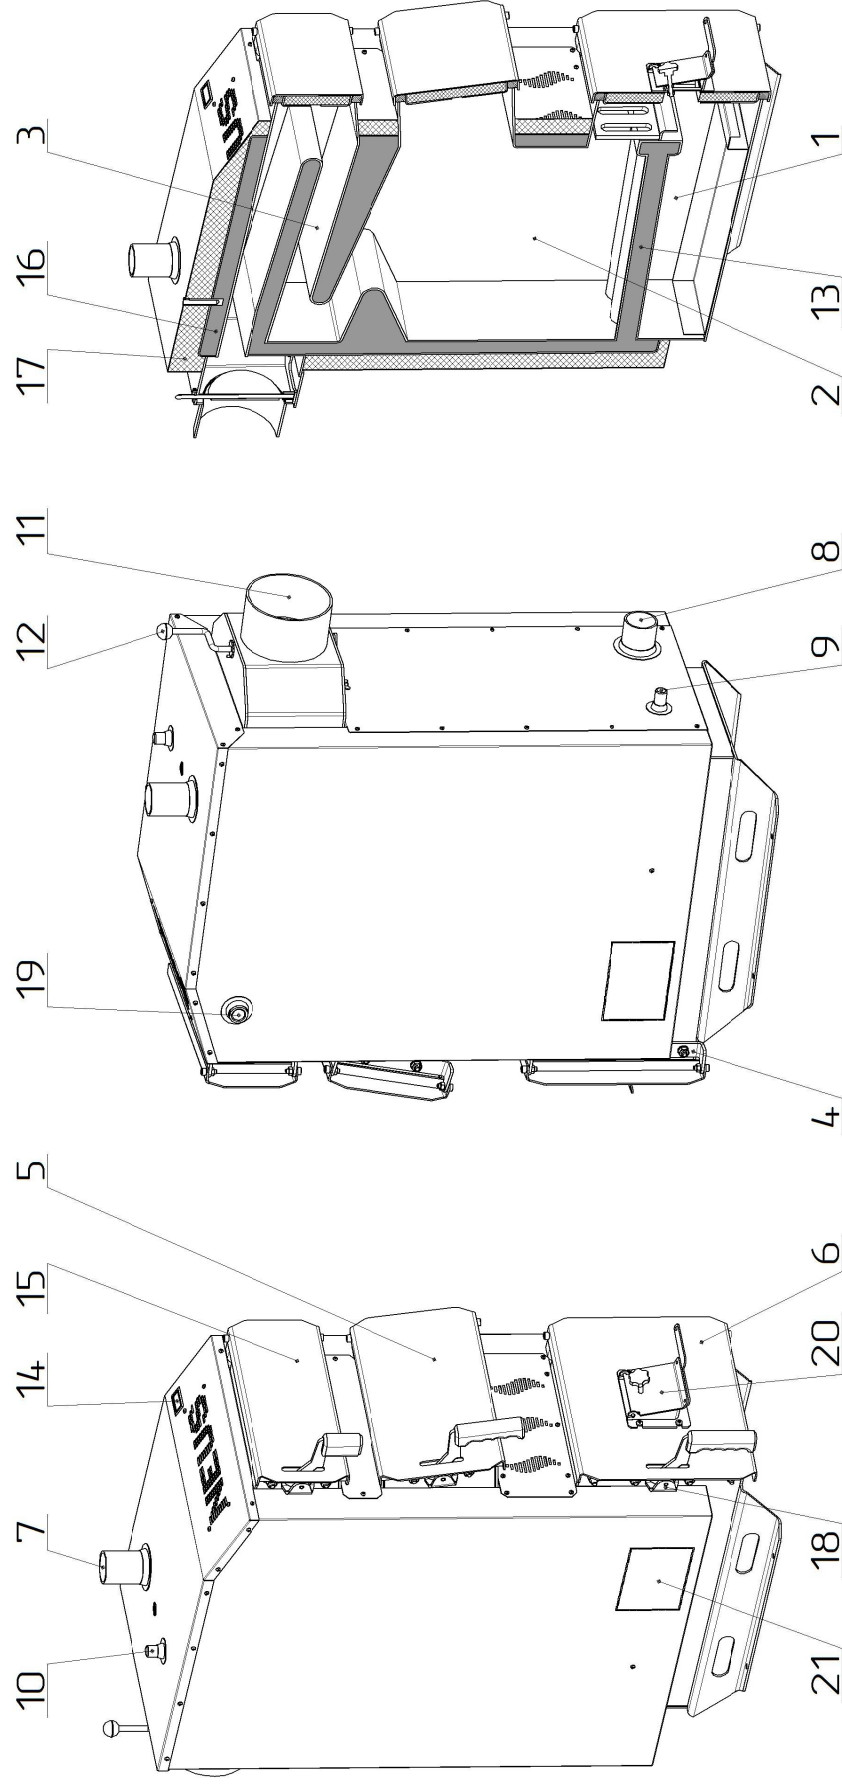

Рисунок 2 – Основні елементи котла Неус-Практик
Конструктивно котел являє собою збірно-зварену конструкцію, що складається з корпусу (поз. 1, рис. 2) з камерою згоряння (топкою) (поз. 2, рис. 2). Конвекційна частина котла складається з трьохходового теплообмінника (поз. 3, рис. 2), який розташований безпосередньо над топкою.
Корпус котла виконаний в формі паралелепіпеду з подвійними стінками, які розділені водними перегородками (поз. 16, рис. 2). На зовнішній поверхні корпусу під декоративною обшивкою закріплена теплова ізоляція. (поз. 17, рис. 2).
Паливо для процесу спалення завантажується на колосникові ґрати (поз. 13, рис. 2) крізь завантажувальні дверцята (поз. 5, рис. 2). Згоряння палива в топці відбувається за участю повітря, яке постачається наступним чином:
- у котлі Неус-Практик – крізь вікно клапана подачі повітря (поз. 20, рис. 2), що закривається кришкою під колосникові ґрати. Кількість повітря, необхідного для процесу згоряння, регулюється механічним регулятором тяги, який шляхом натягу або послаблення ланцюга керує положенням кришки клапана. **Регулятор тяги не входить до комплекту поставки котла.**
Для монтажу вентилятора можна використовувати спеціальний фланець, розміщений на бічних стінках корпусу котла під декоративною обшивкою (поз. 21, рис. 2), або встановлювати вентилятор на дверцятах (поз. 6, рис. 2) замість клапана подачі повітря (поз. 20, рис. 2).
Підведення і відведення теплоносія здійснюється відповідно через патрубки зворотної мережної води (поз. 8, рис. 2) і прямої мережної води (поз. 7, рис. 2).
Топочні гази виходять у димохід крізь боров (поз. 11, рис. 2), розташований у задній частині котла. Боров обладнано вбудованим дросельним клапаном продуктів згоряння – шибером (поз. 12, рис. 2). У випадку надто високої тяги у димоході шибер дає можливість її знизити шляхом часткового перекривання вихідного отвору борова.
У верхній частині корпусу котла розташований штуцер для встановлення запобіжного клапана котла (поз. 10, рис. 2).
На задній стінці корпусу у нижній її частині розміщено штуцер для зливу води з котла (поз. 9, рис. 2).
Ревізійний дверцята (поз. 6, рис. 2), що розташовані на передній стінці котла, необхідні для можливості спорожнення підколосникової зони та чищення колосникових ґрат.
Для чищення конвекційної частини котла передбачені дверцята (поз. 15, рис. 2).
Конструкцією котла передбачена можливість зміни сторони відкривання дверцят. Для того, щоб змінити положення осі відкривання дверцят з правої (відкриваються зліва направо, як зображено на рис. 2) на ліву, необхідно відкрутити дві гайки, що тримають кронштейн поз. 4 (рис. 2), зняти дверцята з кронштейном, відкрутити гвинт, що тримає пластикову ручку дверцят, розвернути ручку на 180° , та встановити її на місце, прикрутивши гвинт. Після чого відкрутити дві гайки що тримають кронштейн поз. 18 (рис. 2). Розвернувши дверцята на 180° , закріпити їх кронштейн на тому місці, де було встановлено кронштейн пальця (поз. 18, рис. 2), який, в свою чергу, закріпити на місці, де було встановлено кронштейн дверцят (поз. 4, рис. 2).